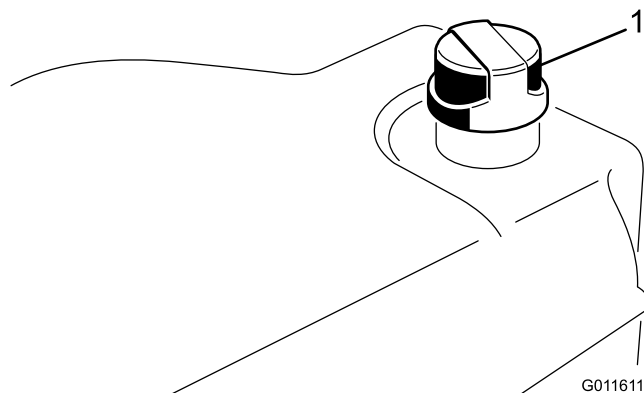

Figura 20
2. Pulite attorno al collo del bocchettone e del tappo del serbatoio idraulico (Figura 20).